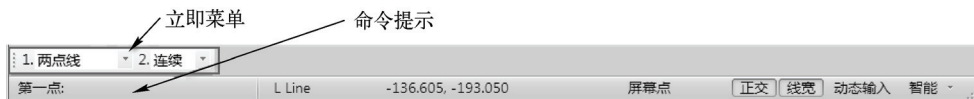

图 1-11 立即菜单
(2) 立即菜单 立即菜单描述了当前命令执行的各种情况和使用条件。通常执行某一个制图命令时，系统会在绘图区底部弹出一行立即菜单，并在状态栏中显示相应的操作提示和执行命令状态，如图 1-11 所示[以单击 （直线）按钮为例]。